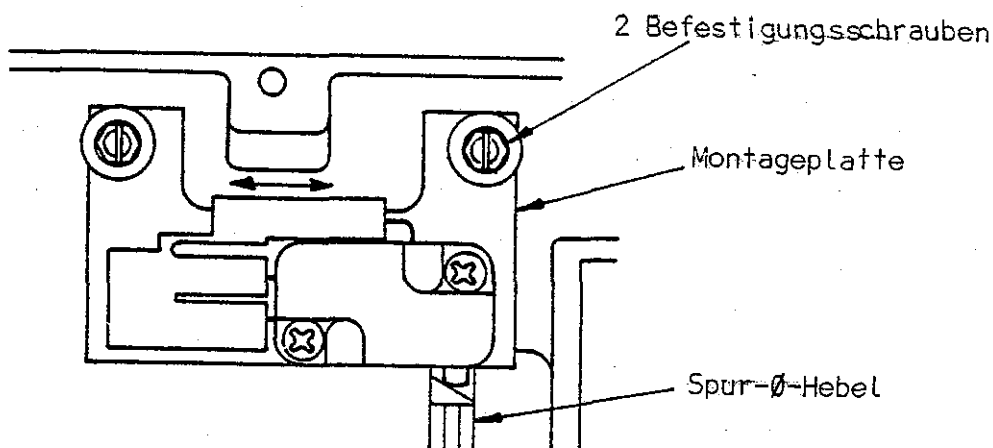

Bild 15 Spur-0-Schalter
- Bei Fehlfunktion Justage durch Verschieben der Montageplatte vornehmen (Bild 15).